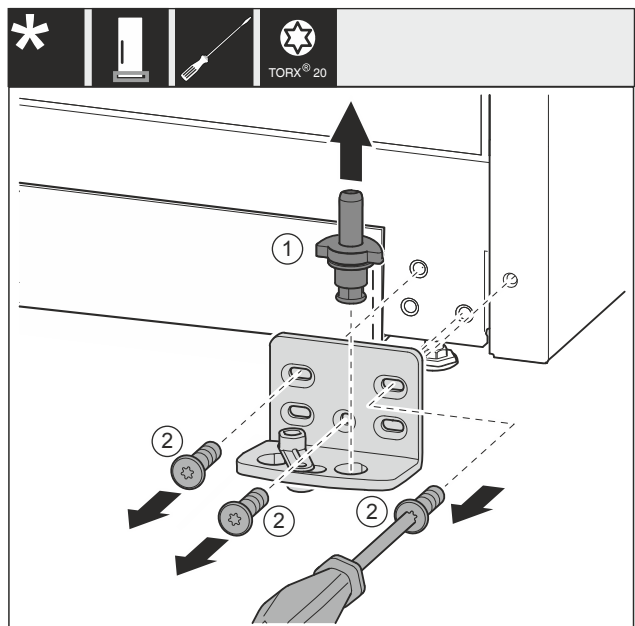

Fig. 34 *
- Estrarre completamente verso l'alto i perni di supporto Fig. 34 (1)*.
- Svitare le viti Fig. 34 (2) con un cacciavite e rimuovere il blocco di supporto.*